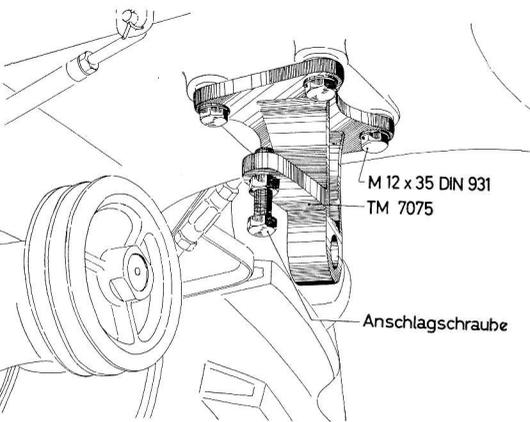
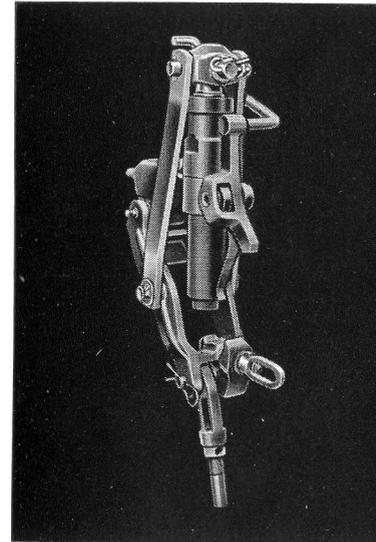

Abb. 4
Abb. 21
3. Die **vordere Lagerplatte** TM 7075 wird durch 4 Sechskantschrauben M 12×35 und den dazugehörigen Federringen an der Anschraubfläche unter dem Schlepperrumpf gemäß Abb. 4 befestigt.
Wenn der Mähbalken in die Senkrechstellung (Fahrtstellung) hochgezogen ist, muß überprüft werden, ob die Rastklinke TM 4397 in den letzten Zahn am Handhebwerk-Gestell eingerastet ist (Abb. 21). Da das Mähwerk in der Feder hängt, ist zwischen Rastklinke TM 4397 und Zahn ein Spiel festzustellen. Die Anschlagschraube an der vorderen Lagerplatte (Abb. 4) ist nun so weit herauszudrehen, bis das Spiel zwischen Rastklinke TM 4397 und Zahn nur noch 1–2 mm beträgt (Abb. 20). Dadurch wird ein ungewolltes Lösen der Rastklinke vermieden und gleichzeitig die richtige Einstellung der Anschlagschraube für die Schwadstellung erreicht.
1. Die Mähstellung (Abb. 21).